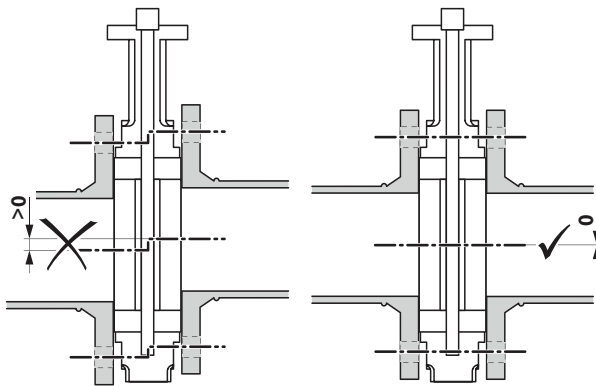

Fig. 24.
- Assurez-vous que les diamètres intérieurs de la garniture de vanne et des brides sont alignés. (Fig. 24)